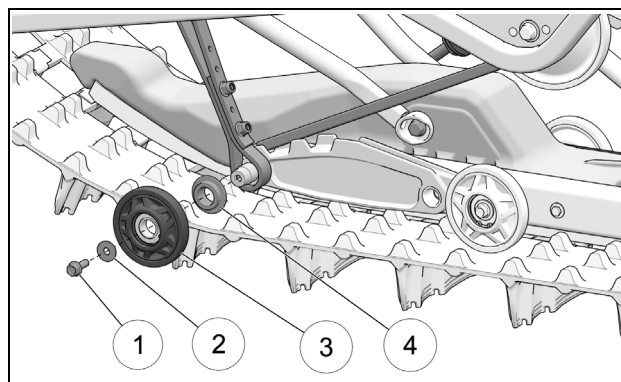

Figure 9
- Desserrer et retirer le boulon de fixation (1) et sa rondelle (2) de la roulette positionnée vis-à-vis l'extrémité de la tige du ressort. Retirer la roulette (3) et la bague espaceur (4) de l'arbre de roue. Figure 9.